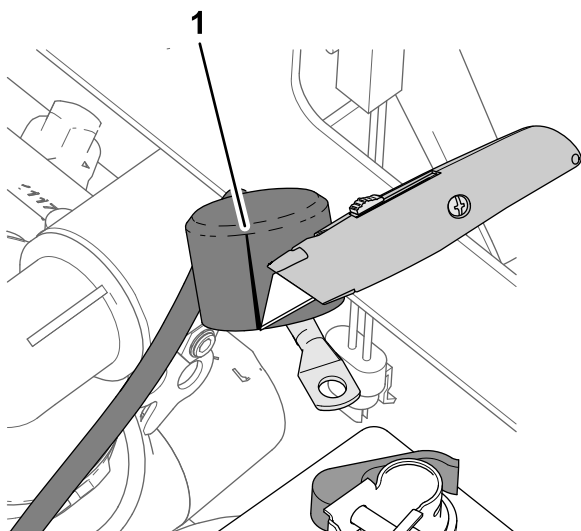

図 212
1. バッテリーのプラスケーブルに、図 212 のように絶縁カバーを取り付ける。